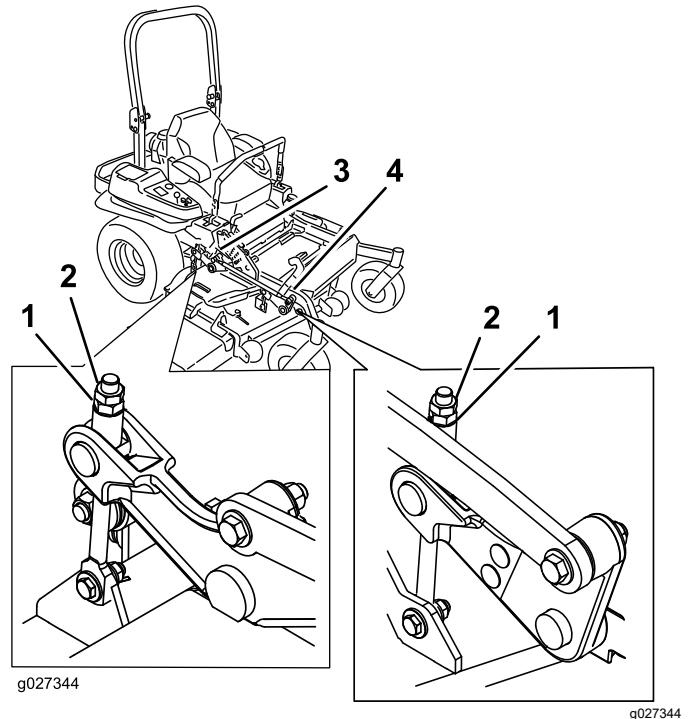

Figura 97
10. Gire la tuerca de ajuste del conjunto de elevación de la carcasa delantera para modificar la altura (Figura 97).
16. Gire el tornillo de ajuste hasta obtener una altura de 8.3 cm ($3\frac{1}{4}$ ") (Figura 97).